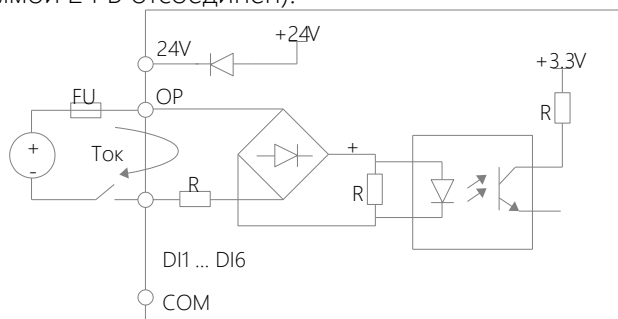

Рис. 3-7 Подключение через внешний источник питания
1. Используйте внутренний источник питания 24 В ПЧ, подключение как на рис.3-7.